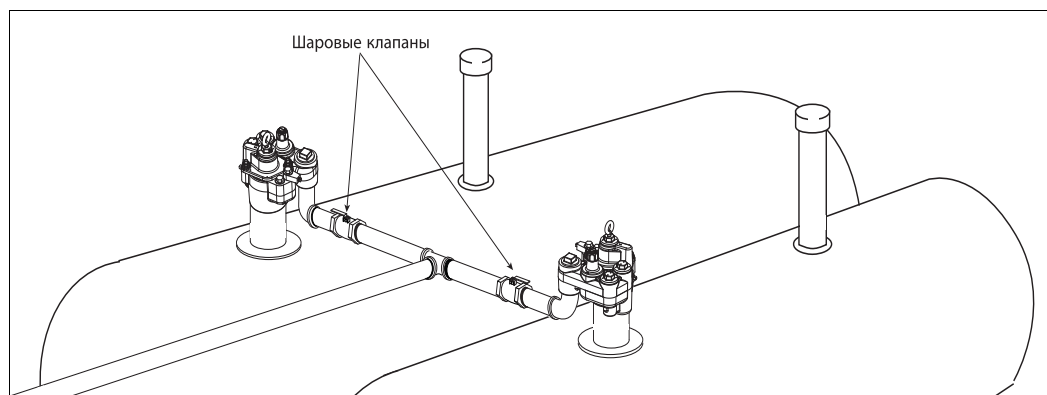

Рис. 17. Насосы в тандемном режиме
При необходимости повышенного расхода можно с помощью manifold объединить два насоса в одну трубопроводную систему. При установке согласно рис. 17 сдвоенная система обеспечивает резервирование, благодаря чему сохраняется ее работоспособность даже в случае остановки одного насоса.
**ПРИМЕЧАНИЕ** Для облегчения обслуживания и ремонта на насосных сторонах нагнетательной линии следует установить шаровые клапаны (см. рис. 17).